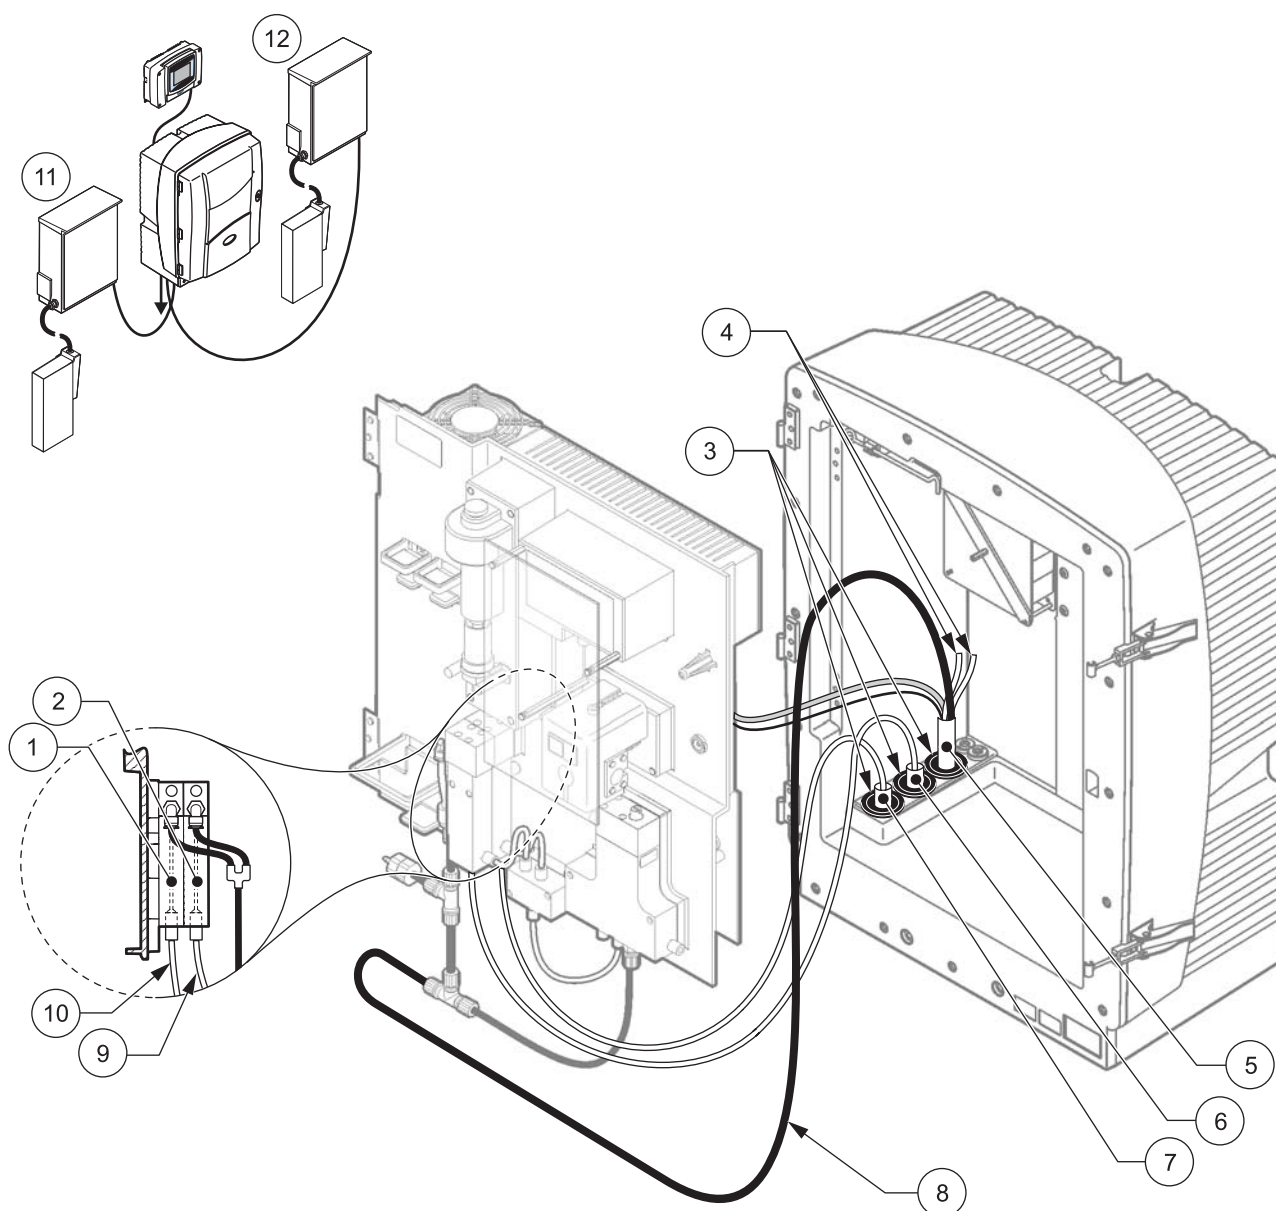

图 26 选项 5 设置
请参考图 26 以及选项 5 的以下说明：
2. 通过分析器开口从 FILTRAX 1 引出加热的软管（图 26，项目 7）。使用 1 号密封塞加固。